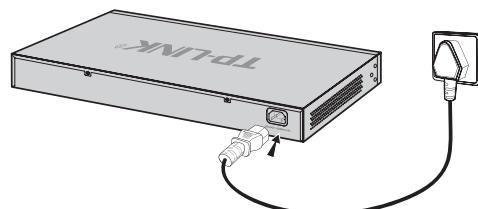

图3-3 电源线连接示意图
2. 交换机原装电源线连接交换机与电源插座,如**图3-3**所示。